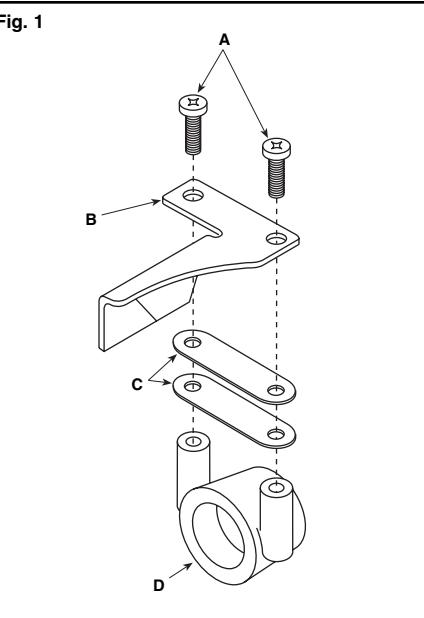

Fig. 1
1. Unscrew the housing cap from the tool. Replace collet nut. See figure 1.
1. Dévissez le capuchon du boîtier. Remettez en place l'écrou du mandrin. (Voir Fig. 1)
3. When you have determined the correct grinding stone for your chain from the chart, assemble attachment by screwing the guide (B) and appropriate number of spacers (C) to the clamp (D) using the two screws (A), as shown in figure 1.
3. Après avoir déterminé la meule correspondant à votre chaîne à l'aide du tableau, assemblez l'accessoire en vissant le guide (B) et le nombre approprié de cales (C) sur la bride (D) à l'aide de deux vis (A) comme indiqué à la figure 1.